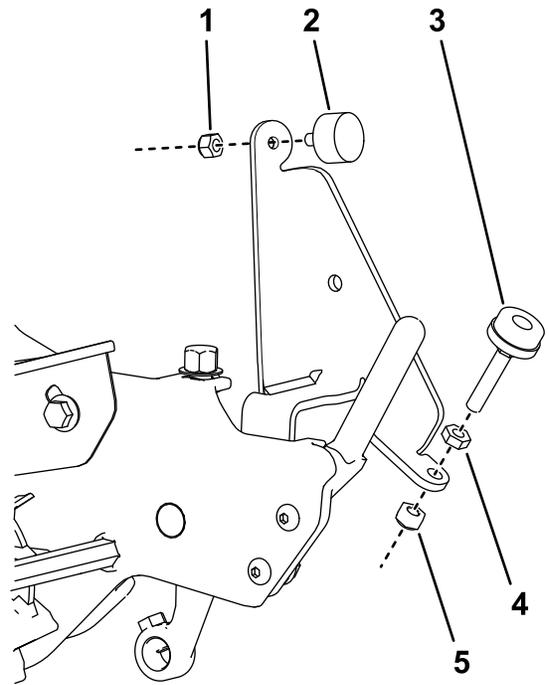

図2
4. 各ブラシブラケットにゴム製バンパーを取り付けるロックナットで図2のように固定する。
5. 各ブラシブラケットにレベル調整ねじを図2取り付け。